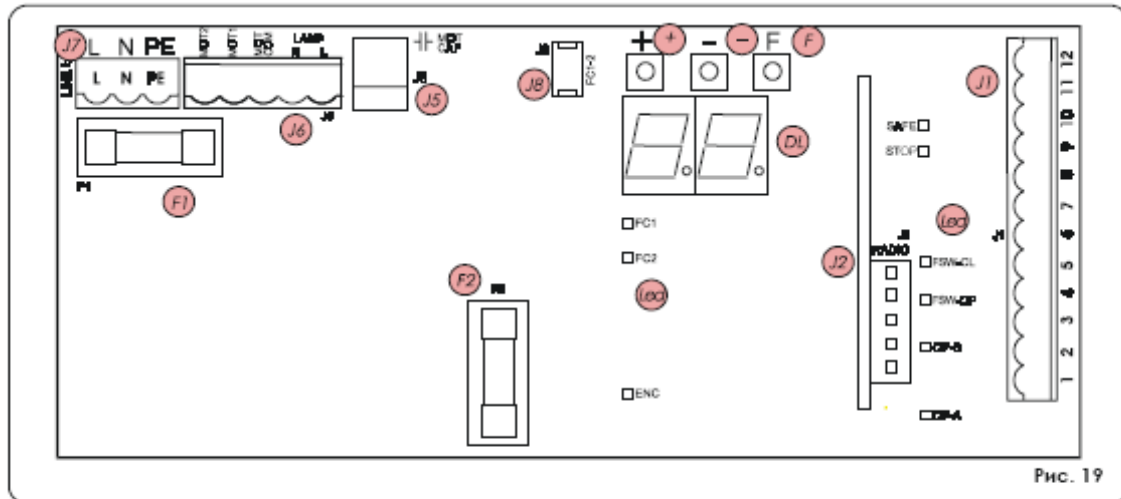

Рис. 19
Предохранители	2 (см. рис. 19)
- ⌚ всегда подключайте заземление к разъему J7(рис. 19 и 35).